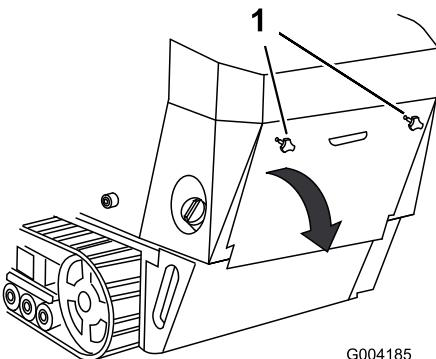

Figure 28
1. Dévissez les 2 boutons de fixation du couvercle d'accès arrière à la machine (Figure 28).
2. Basculez le couvercle d'accès arrière vers le bas et déposez-le pour accéder aux composants internes (Figure 28).